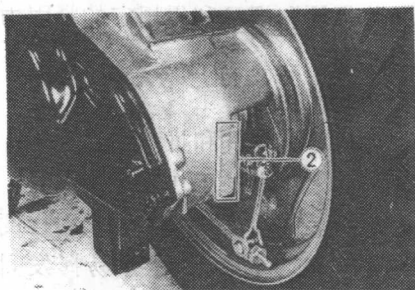

图 1-2
发动机系列号②打印在曲轴箱后面。在登记摩托车及订零件时须有上述号码，见图 1-2。